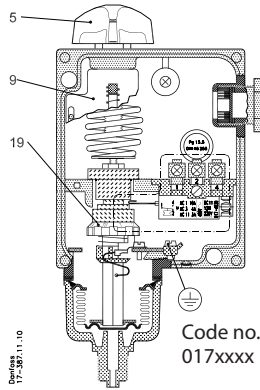
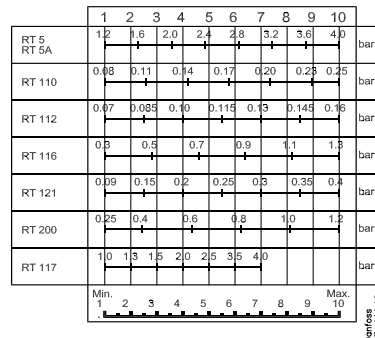
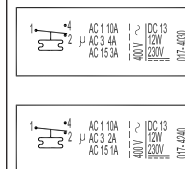

Fig. 1
Fig. 6
Fig. 7
The pressure controller is set by rotating the knob (5), at the same time reading the main scale (9). See fig. 1.
The differential is set by rotating the differential adjusting nut (19) to the value indicated by the use of the nomogram in fig. 6. The maximum operating pressure is thus the sum of the setting pressure and the differential.
2. Set the pressure switch for 8.2 bar by rotating the knob (5).
3. Set the differential adjusting nut (19) at the figure 7 which is found by reading the nomogram in fig. 6.
Der Pressostat ist nach der Funktion - Schliessen oder Öffnen, - die bei Druckabfall eintreten soll, einzustellen (Bereichseinstellung). Die Einstellung selbst wird mit dem Einstellknopf (5) unter gleichzeitiger Ablesung der Hauptskala (9) vorgenommen. Siehe Fig. 1. Die Differenz wird mit der Differenzrolle (19) nach dem Nomogramm in Fig. 6 eingestellt. Der obere Ansprechdruck ist also gleich der Summe von Einstelldruck und Differenz.
2. Pressostat mit dem Einstellknopf (5) auf 8,2 bar einstellen.
3. Differenzrolle (19) auf die Zahl 7, die sich beim Ablesen des Nomogramms in Fig. 6 ergibt, stellen.
Le pressostat est réglé d'après la fonction - fermeture ou ouverture du circuit - à pression décroissante (réglage de la plage). Le réglage proprement dit se fait au moyen du bouton cruciforme (5) en lisant sur l'échelle principale (9). Voir fig. 1. Le différentiel est réglé au moyen de la molette du différentiel (19) d'après le nomogramme de la fig. 6. La pression de fonctionnement la plus élevée est donc égale à la somme de la pression de réglage et du différentiel.